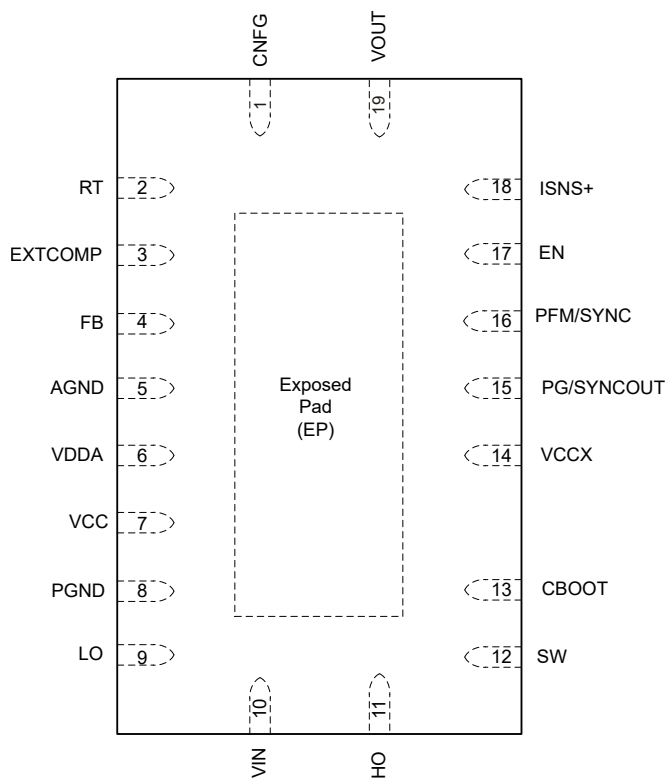

図 5-2. 19-Pin VQFN RGY Package With Wettable Flanks, LM5148PSQRGYRQ1 (Top View)
- 高電圧ピン間隔を拡大した VQFN-19 パッケージ (図 5-2)